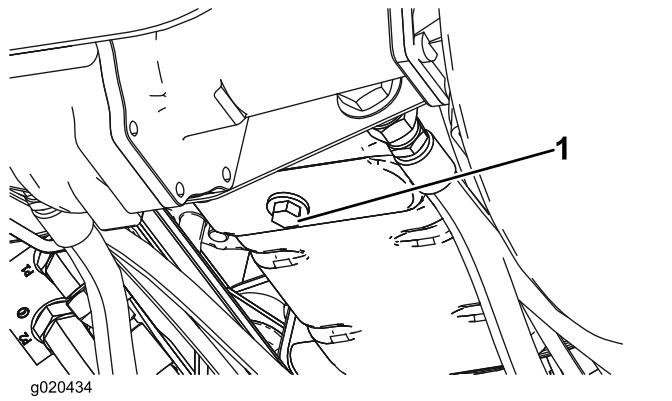

Figura 29
1. Retire el tapón de vaciado (Figura 29) y deje fluir el aceite a un recipiente apropiado. Cuando el aceite deje de fluir, coloque el tapón de vaciado.